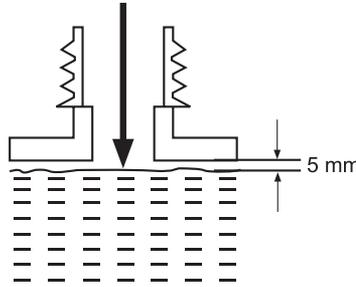

Fig. 12
2. Dévissez le bouchon du réservoir [14], retirez-le, puis versez l'huile dans le réservoir. Nous vous recommandons d'utiliser une huile respectueuse de l'environnement spécialement destinée à être utilisée avec ce produit. Utilisez un entonnoir avec un filtre : Cela permet d'éviter de fendre ou de faire déborder le réservoir, et cela empêche les éventuels résidus de pénétrer à l'intérieur. Laissez un espace d'environ 5 mm entre la surface de l'huile et la paroi supérieure du réservoir, afin que l'huile puisse se répandre de manière uniforme (Fig. 12).